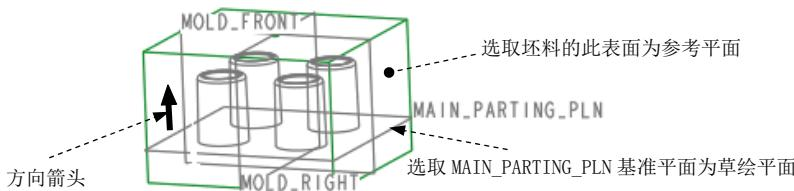

图 25.8 定义草绘平面
Step4. 定义草绘平面。执行命令后，在系统 **选择或创建一个草绘平面** 的提示下，选取图 25.8 所示的 **MAIN_PARTING_PLN** 基准平面为草绘平面。在 **▼ DIRECTION (方向)** 菜单中选择 **Flip (反向)** 命令，然后再选择 **Okay (确定)** 命令，图 25.8 中的箭头方向为草绘的方向。在 **▼ SKET VIEW (草绘视图)** 菜单中选择 **Right (右)** 命令，选取图 25.8 所示的坯料表面为参考平面。